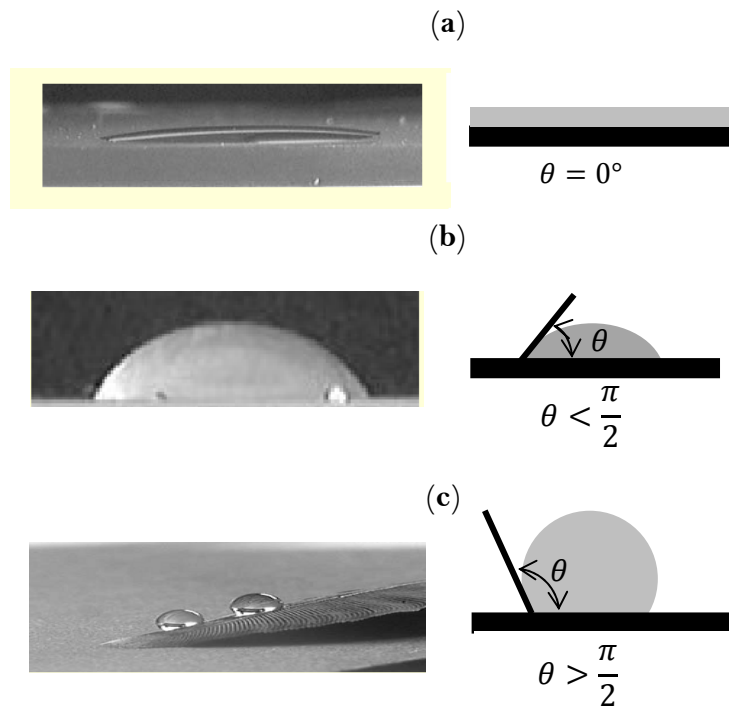

Figure 8
1. Si  $\theta = 0^\circ \Rightarrow \cos \theta = 1$  et  $W_a = 2\sigma_{LG} = W_c$ ; l'énergie de cohésion égale à l'énergie d'adhésion, le cas d'eau ou de l'huile sur du verre propre. Dans ce cas on dit que le liquide mouille parfaitement le solide (voir **Figure 8.a**).
2. Si  $0 \leq \theta < \frac{\pi}{2} \Rightarrow \cos \theta \neq 1$  et  $\cos \theta \neq 0$  et  $W_a = \sigma_{LG}(1 + \cos \theta)$ , le liquide mouille partiellement le solide (voir **Figure 8.b**).
2. Si  $\theta = \pi$  (mouillement nul)  $\Rightarrow \cos\theta = -1$  et  $W_a = 0$ , le liquide ne mouille pas le solide cas du mercure (voir **Figure 8.c**).